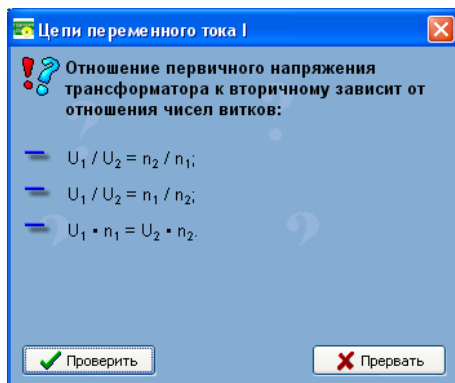

Рис. 8. Вопрос по эксперименту 2
24. Из предложенных ответов выбрать правильный, определив формулу зависимости отношения первичного напряжения трансформатора к вторичному от отношения числа витков (рис. 8).